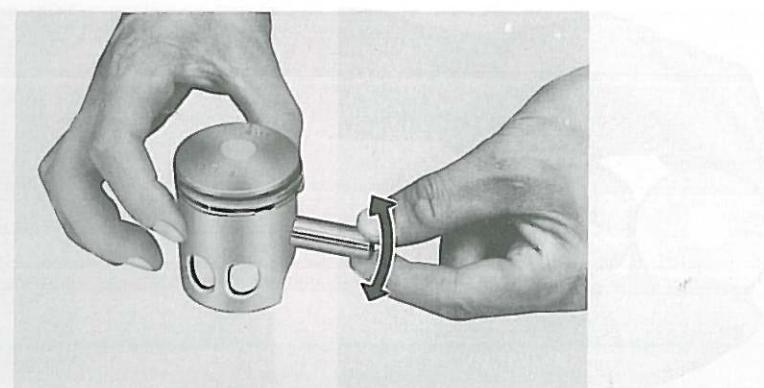

Fig. 3-3-8
5. The piston pin should have no noticeable freeplay in piston. If the piston pin is loose, replace the pin and/or the piston. (Fig. 3-3-8)
En cas d'ajustage lâche, remplacer l'axe et/ou le piston. (Fig. 3-3-8)
5. Der Kolbenbolzen darf kein fühlbares Spiel im Kolben haben. Wenn der Bolzen lose ist, muß der Bolzen und/oder der Kolben ausgetauscht werden. (Fig. 3-3-8)